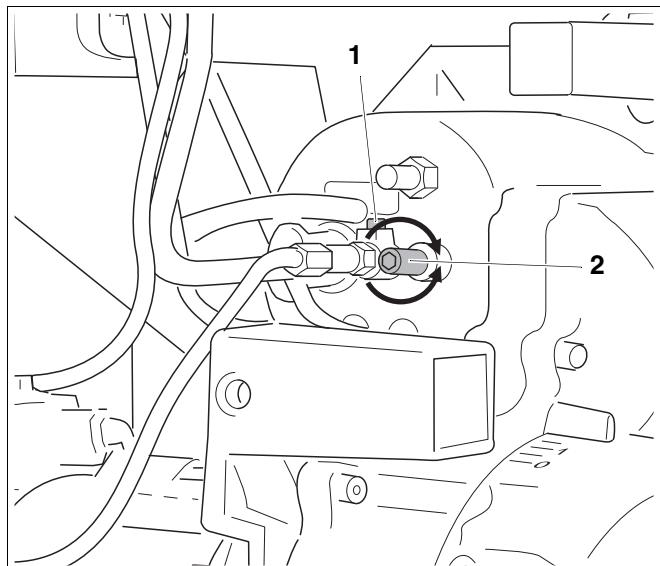

Рис. 18 Регулировка положения распределительного диска
Положение распределительного диска относительно выхода трубы горелки определяется размером Y (см. Рис. 4 "Размеры запального электрода, распределительного диска и дросселя", стр. 8). Положение может быть отрегулировано ходовым винтом (Рис. 18, поз. 2):
- Ослабить зажим стержня форсунки (установочным винтом Рис. 18, поз. 1).